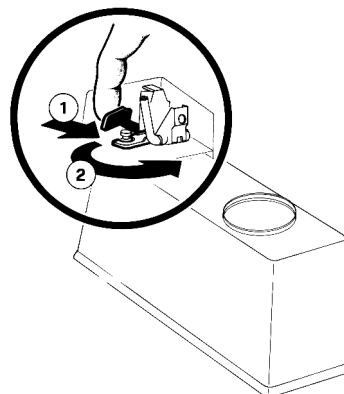

Bild 5
Den Spannhebel des Hahns lösen (1) und gleichzeitig den ganzen Hahnkörper zusammen mit der Hahnhaube nach links (Gegenuhrzeigersinn) bis zum Ausrasten aus dem Getränkebehälter schrauben (2) (Bild 5).
- 3 - Den Behälter vom Dispenser abnehmen und auf den Kopf stellen. Den Spannhebel des Hahns lösen (1) und gleichzeitig den ganzen Hahnkörper zusammen mit der Hahnabdeckung nach links (Gegenuhrzeigersinn) bis zum Ausrasten aus dem Getränkebehälter drehen (2) (Bild 5).
- 1 - Werden die zur Demontage durchgeführten Schritte in umgekehrter Reihenfolge ausführen um die Ventilkörper und Kappe zu montieren (Bild 5).